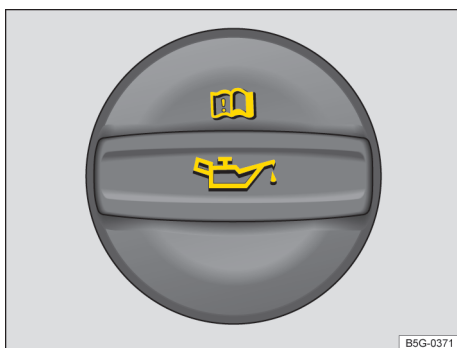

Fig. 198 În compartimentul motorului: capacul orificiului de umplere cu ulei de motor (imagine de referință).
4. Identificați orificiul pentru completarea cu ulei de motor și joja de ulei. Orificiul de umplere cu ulei de motor se recunoaște după simbolul → fig. 198 de pe capac și de pe joja de ulei cu mâner colorat. Dacă nu este evident locul în care se află bușonul și joja de ulei, solicitați asistență la o unitate de specialitate autorizată în acest sens.
9. Deșurubați capacul orificiului de umplere cu ulei → fig. 198.